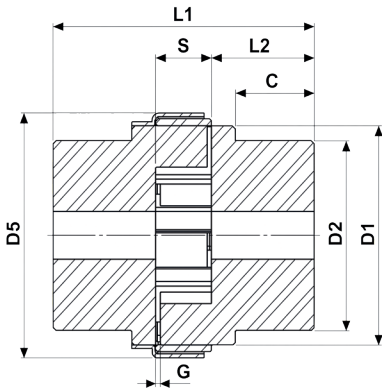

Figura 1: DIMENSÕES DA LINHA SW
- **Passo 2:** Instalar os cubos nos eixos. O ajuste de montagem cubo/eixo indicado é por interferência, desta forma evitando o deslocamento axial do cubo sobre o eixo durante o funcionamento do acoplamento. Na montagem padrão os cubos são montados faceados em relação ao eixo. Respeitar a **distância entre pontas de eixo (DBSE, indicado na imagem abaixo)**, conforme indicado na **Tabela 1A** e na **Figura 1: Dimensões da Linha SW (dimensão S)**.